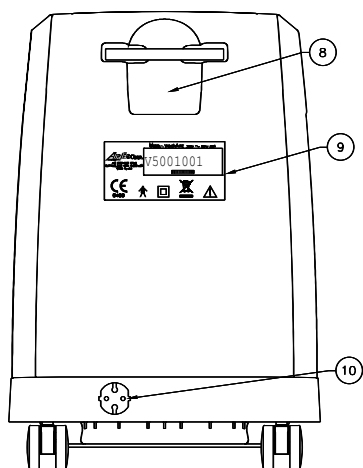

Fig. I.2
I. 2. Pannello posteriore (Fig. I. 2)	2-IT
I. 2. Pannello posteriore (Fig. I. 2)